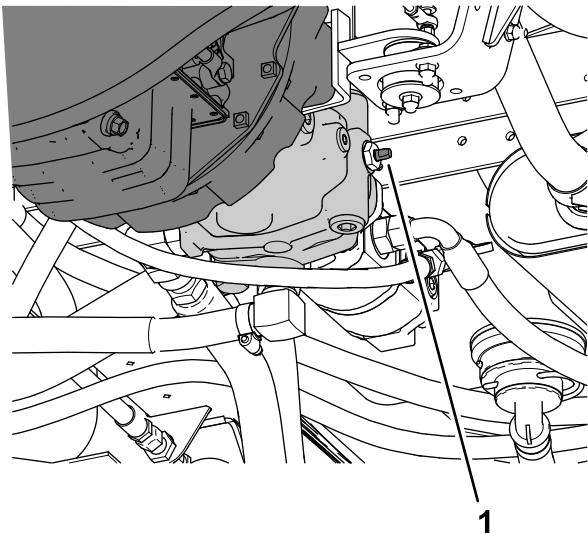

図 50
3. 牽引用バイパスバルブ **図 50** を左右どちらかに 90°回転させるとバルブが開く。